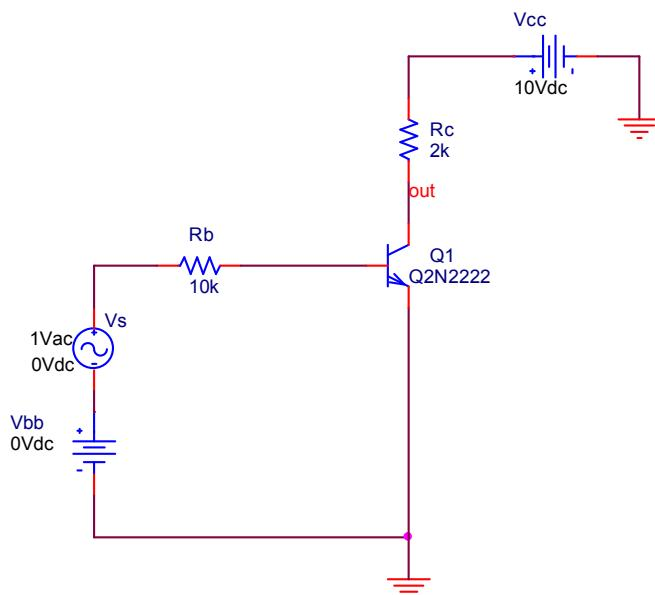

图 3.5
***4. 一个单管放大电路如图 3.5 所示, 求:
- ①调节 V_{bb} , 使 $I_{CQ1} \approx 2\text{mA}$;
- ②计算 $I_{CQ1} \approx 2\text{mA}$ 时电路的直流工作点;
- ③计算电路的电压增益和输入、输出电阻;
- ④求 out 节点电压的直流灵敏度。(li2_2_1)